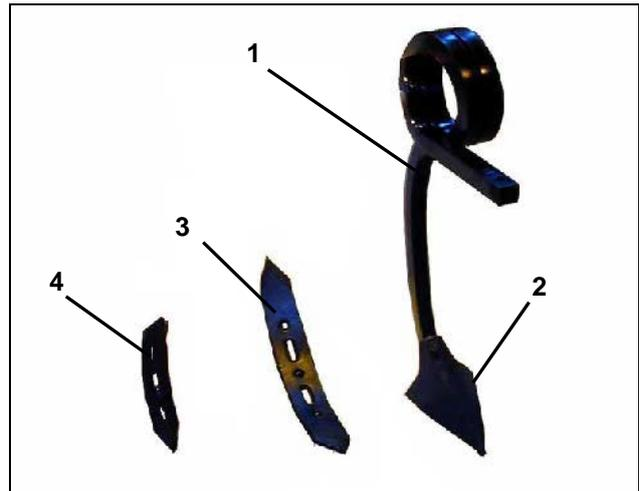

Fig. 7
Die Federzinken (Fig. 7/1) des Centaur sind mit 3 verschiedenen Scharen ausrüstbar:
- Stoppelschar (170mm) (Fig. 7/2): Einsatz bei flacher Stoppelbearbeitung zur Einmischung von Ausfallgetreide und Stroh.
- Wendelschar (75mm) (Fig. 7/3): Einsatz bei mittlerer Krumentiefe; gute Einmischung organischer Masse.
- Schmalschar (50mm) (Fig. 7/4): Einsatz bei tiefer Krumentiefe. Bei tiefer Lockerung bleiben Kluten im unteren Bereich.